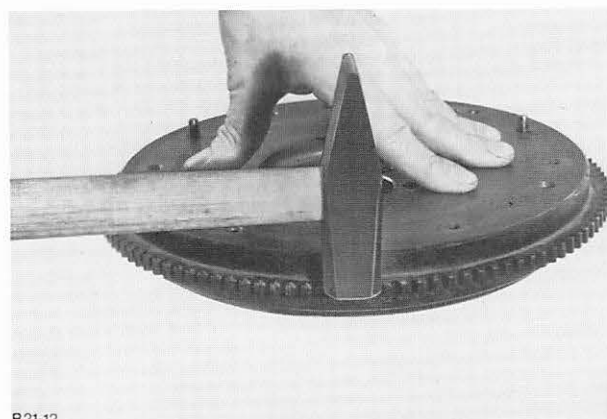

Abb. 328 Zahnkranz von der Schwungschleibe trennen
2. Zahnkranz durch leichte Hammerschläge von der Schwungschleibe trennen, Abb. 328.